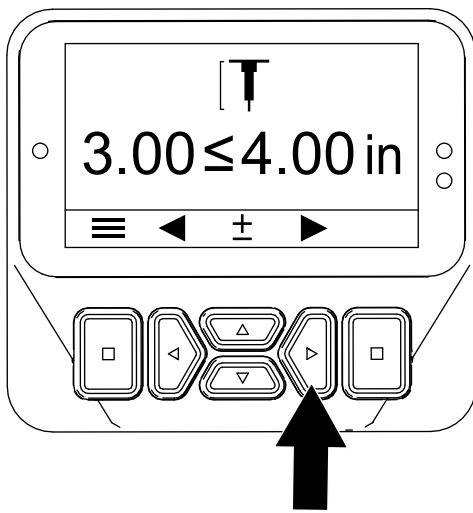

Bild 47
4. Drücken Sie die Taste „nach rechts“, um den Bildschirm „Einstellen der Lochtiefe“ anzuzeigen (**Bild 47**).